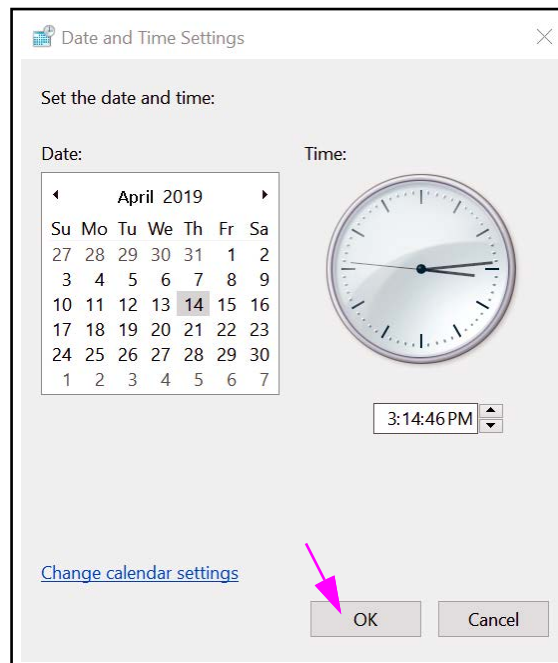

Abbildung 2-35. Dialogfeld „Date and Time Settings“ (Datum- und Uhrzeiteinstellungen).
2. Klicken Sie auf die Schaltfläche **Change Date and Time... (Datum und Uhrzeit ändern...)**. Daraufhin öffnet sich das Dialogfeld „Date and Time Settings“ (Datum- und Uhrzeiteinstellungen). Siehe Abbildung 2-35.